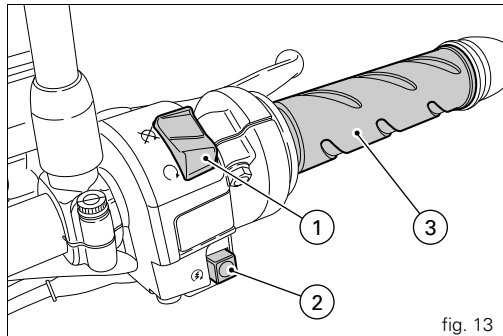

fig. 13
- 1) si le code est reconnu, le témoin (6, fig. 4.1) sur le tableau de bord, émettra un bref clignotement ; le système antivol a reconnu le code de la clé et désactive le blocage du moteur. En appuyant sur le bouton START (2, fig. 13), le moteur démarre ;
Comodo droit (fig. 13)
Poignée des gaz (fig. 13)